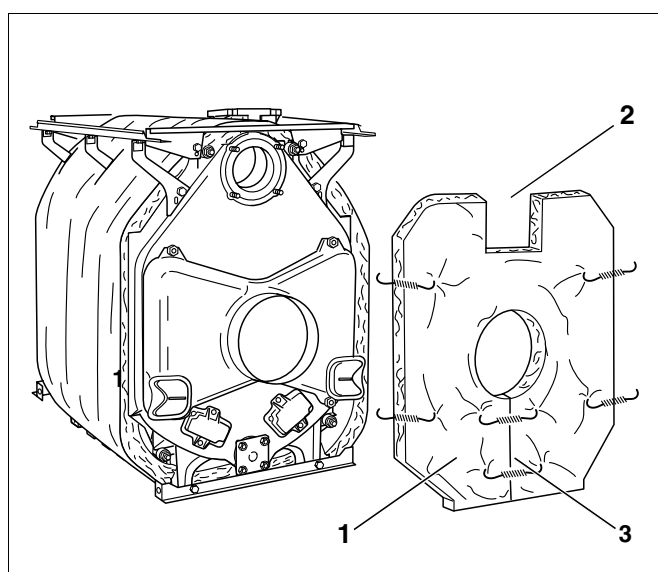

Fig. 46 Montering av bakelementets isolasjon
- Skyv bakelementets isolasjon (Fig. 46, **Pos. 1**) på røykgasstussen. Innsnittet for kjelreturen (Fig. 46, **Pos. 2**) må peke oppover.
- Steng åpningen under røykgasstussen med en spennfjær (Fig. 46, **Pos. 3**).